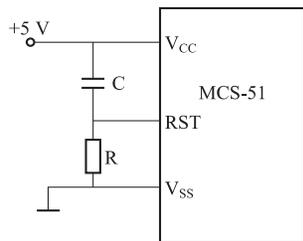

图 2-6 上电自动复位电路
(1) 上电自动复位电路。上电自动复位电路如图 2-6 所示, 其复位是利用 RC 充电来实现的。加电瞬间, $V_{RST} = 5\text{ V}$ (高电平), 电容充电, V_{RST} 下降, RC 越大则充电越慢, V_{RST} 下降越慢, 保持一定时间高电平即可可靠复位。若复位电路失效, 加电后 CPU 不能正常工作。